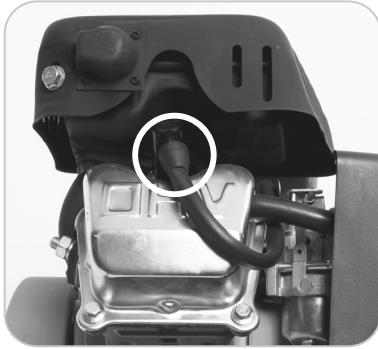

Fig. 15
- Retire la bujía usando una toma de bujía (suministrado). **(Fig. 15)**